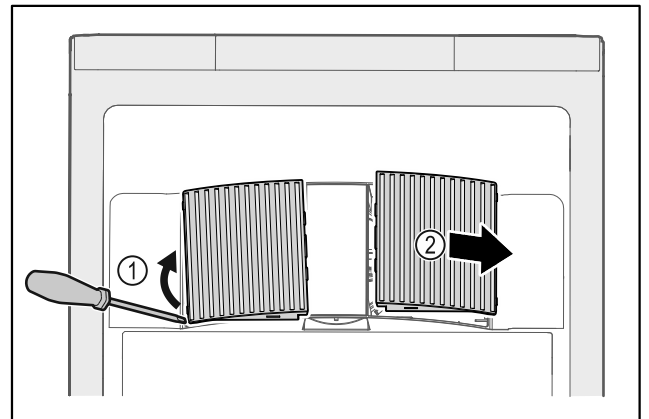

Fig. 58
- ▶ Óvatosan feszegesse le a ventilátor burkolatait oldalról Fig. 58 (1), és emelje le őket előre felé Fig. 58 (2).